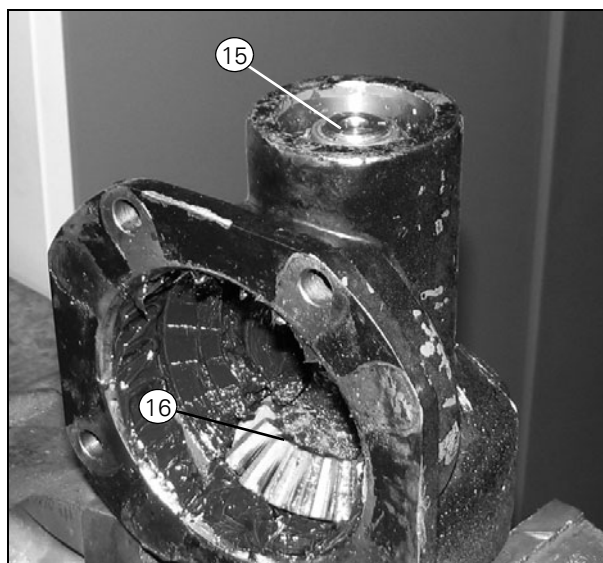

Рисунок 15
21. Нанесите приблизительно 250 г литиевой смазки на внутреннюю поверхность угловой головки (Рис. 15).
25. Затяните гайку (поз. 15) моментом 147 Нм (Рис. 15).